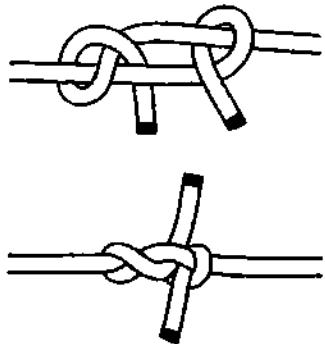

Рис. 770. *Пакетный узел*.
*Пакетным узлом* удобно обвязывать пакеты-бандероли, отчего он и получил своё название (рис. 770). Этим узлом также удобно завязывать целлофановые пакеты, так как у них очень короткие концы (вернее их вообще нет). *Пакетным узлом* также можно связывать верёвки и плоские кожаные ремни, и на завязывание узла уходит совсем мало